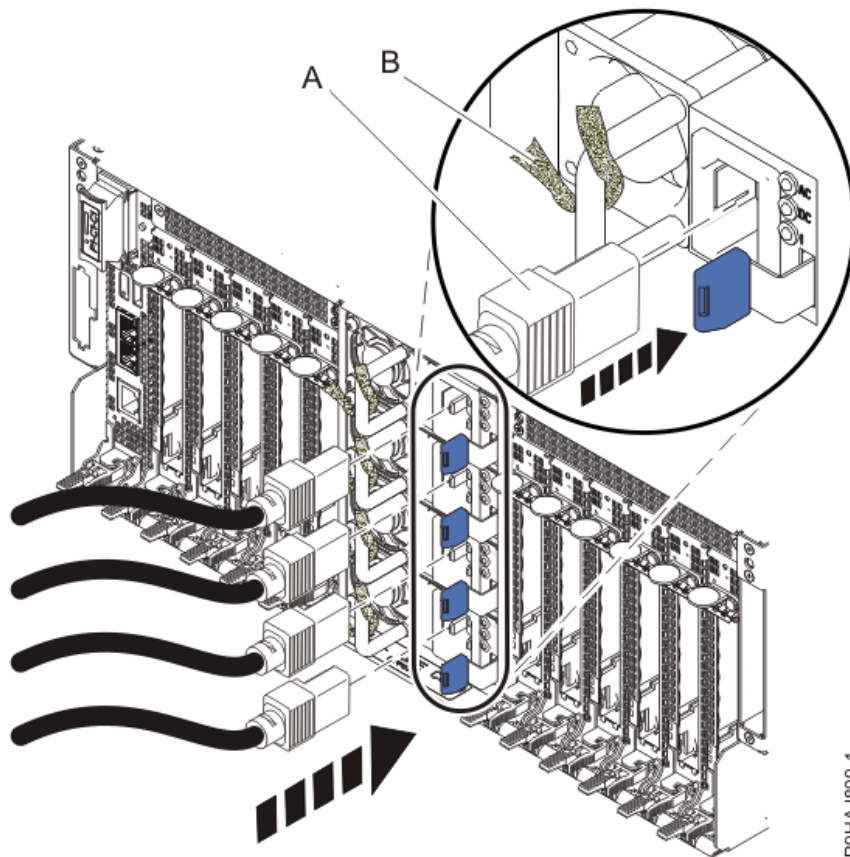

图 33 插入电源线
6. 将电源线插入电源（A），参见图 33。
8. 将线缆和电源线系在把手（B）上，如图 33 所示。